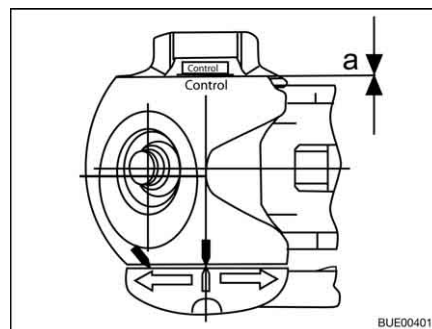

Bild 192 Slitagekontroll
- Avstånd $a = 0$ (Bild 192): Kontrollera och byt vid behov friktionsbelägg.